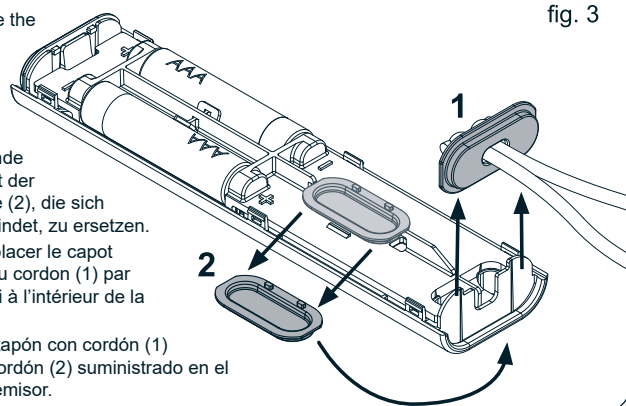

fig. 4
1.0 Introduzione - Il telecomando è compatibile con tutti i dispositivi contrassegnati con il marchio CRC - CHERUBINI REMOTE CONTROL (fig. 4). Permette di comandare un ricevitore o più ricevitori contemporaneamente. Per funzionare deve prima essere memorizzato nel ricevitore che si vuole comandare.
1.0 Description - The remote control is compatible with all the 'CRC - CHERUBINI REMOTE CONTROL' branded components (fig. 4). With this remote control, it is possible to control one or more receivers at same time. To operate, the remote control needs to be programmed to the appropriate receiver(s).
1.0 Beschreibung - Der Handsender ist mit allen mit CRC - CHERUBINI REMOTE CONTROL Marke beschrifteten Komponenten kompatibel (fig. 4). Hiermit können einer oder mehrere Empfänger gleichzeitig gesteuert werden. Der Handsender muss zur Funktion vorher im Empfänger einprogrammiert werden.
1.0 Introduction - L'émetteur est compatible avec tous les dispositifs marqués CRC - CHERUBINI REMOTE CONTROL (fig. 4). Il permet de commander un ou plusieurs récepteurs simultanément. Pour fonctionner l'émetteur doit tout d'abord être mémorisé dans le (ou les) récepteur(s) qu'il doit commander.
1.0 Introducción - El emisor es compatible con todos los dispositivos marcados con el símbolo CRC - CHERUBINI REMOTE CONTROL (fig. 4). Permite el accionamiento de uno o varios receptores al mismo tiempo. Para funcionar primero debe ser memorizado en el receptor sobre el que se quiere actuar.